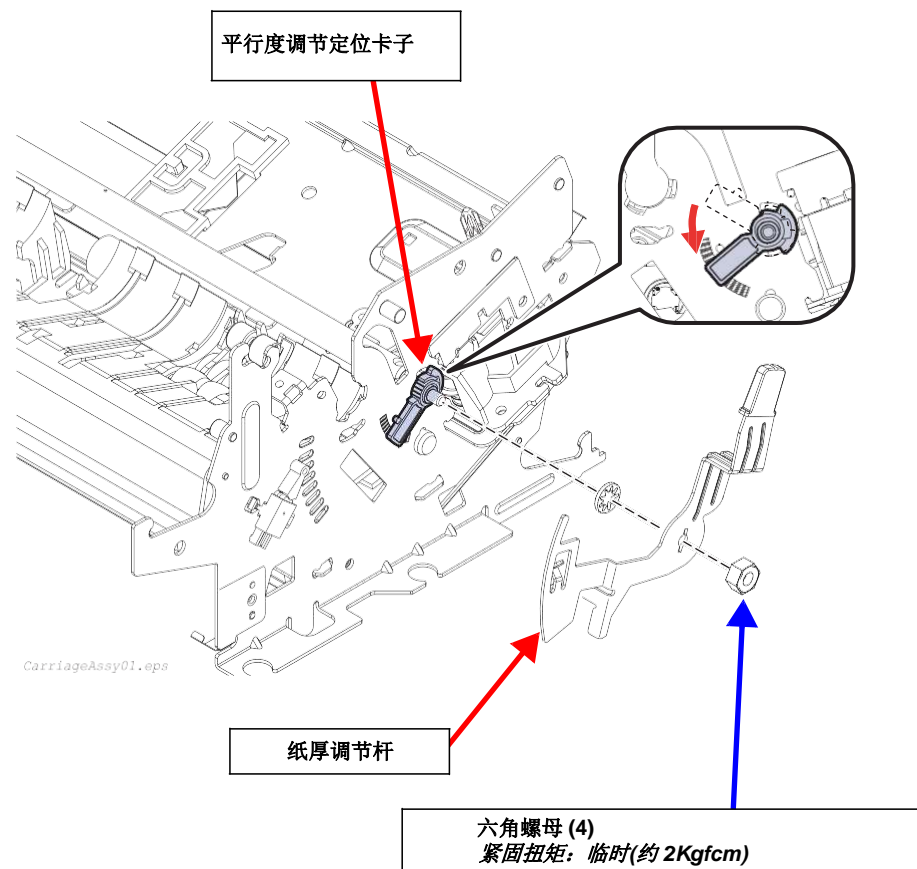

图 4-27. 字车组件的拆卸 1
5. 把用于将纸厚调节杆固定到字车导轨上的六角螺母(M4)和垫圈拆下来，然后取出纸厚调节杆。(参见图4-27)
3. 把用于将纸厚调节杆固定到字车导轨上的六角螺母和垫圈拆下来，然后取出纸厚调节杆。(参见图4-27)
(参见图4-27)